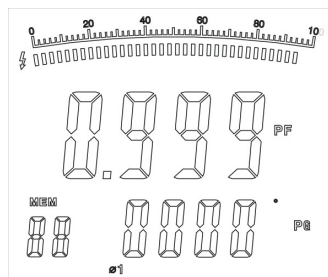

Figure 18
- Appuyez sur SEL pour choisir la première phase, voyez la figure 18.